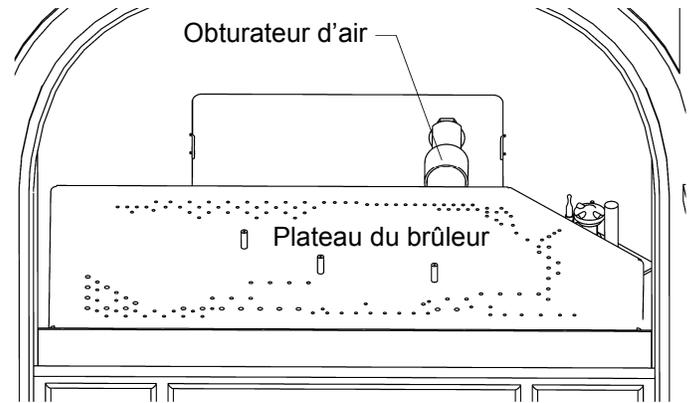

Figure 13. Retirez ensemble l'obturateur d'air et le brûleur.
7. **Retrait du plateau du brûleur** : NOTE! Aucune vis ne retient le brûleur au plancher de la chambre de combustion. Tirez l'obturateur d'air vers l'avant et soulevez ensemble le brûleur et l'obturateur d'air pour les sortir ensemble du poêle. Voir fig. 13.